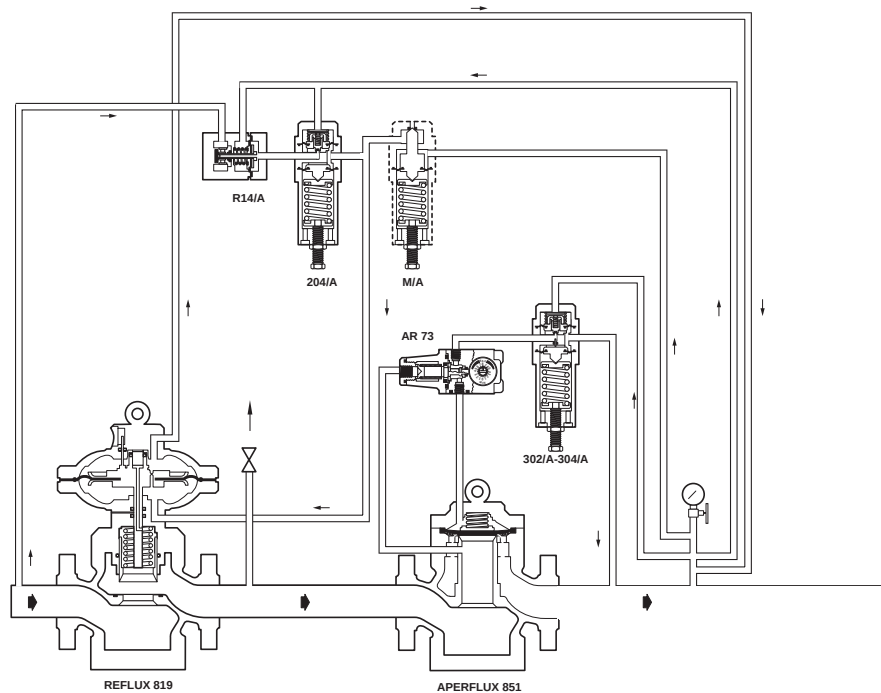

Fig. 17
- regolatore REFLUX 819 (fig. 17);
- REFLUX 819 regulator (fig. 17);
- REFLUX 819 (Fig. 17),
- un détendeur REFLUX 819 (Fig. 17);
- regulador REFLUX 819 (fig. 17);
- regulador REFLUX 819 (fig. 17)